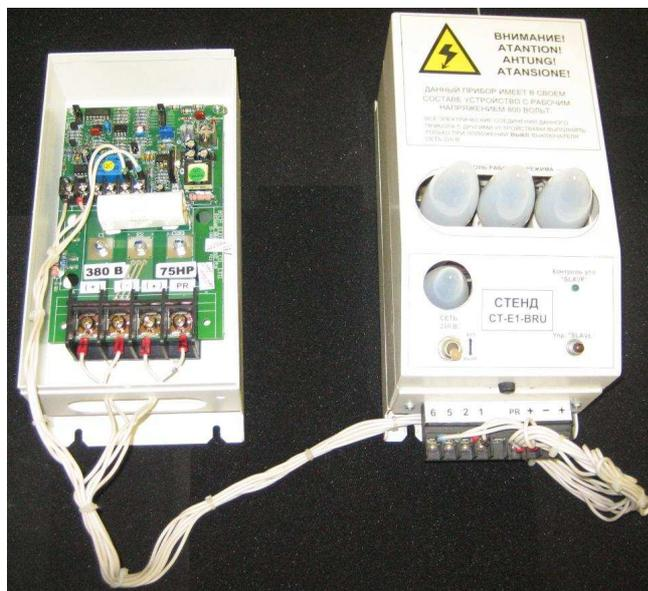

Рис. 4.7.
4.8.1. Подключить тормозной прерыватель к стенду СТ-ЕI-BRU (рис. 4.7.).